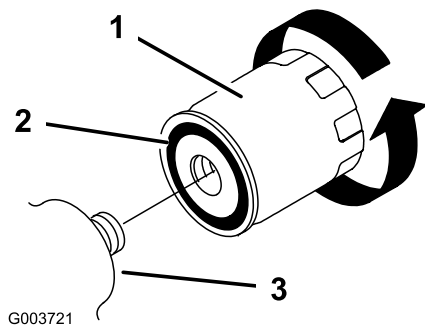

Figura 36
5. Retire el filtro usado (Figura 36) y limpie con un paño la superficie del adaptador del filtro.
6. Aplique una capa fina de fluido hidráulico a la junta de goma del filtro nuevo (Figura 36).
7. Instale el filtro hidráulico nuevo en el adaptador del filtro (Figura 36). Apriete el filtro en el sentido de las agujas del reloj hasta que la junta de goma entre en contacto con el adaptador del filtro, luego apriete el filtro 1/2 de vuelta más.